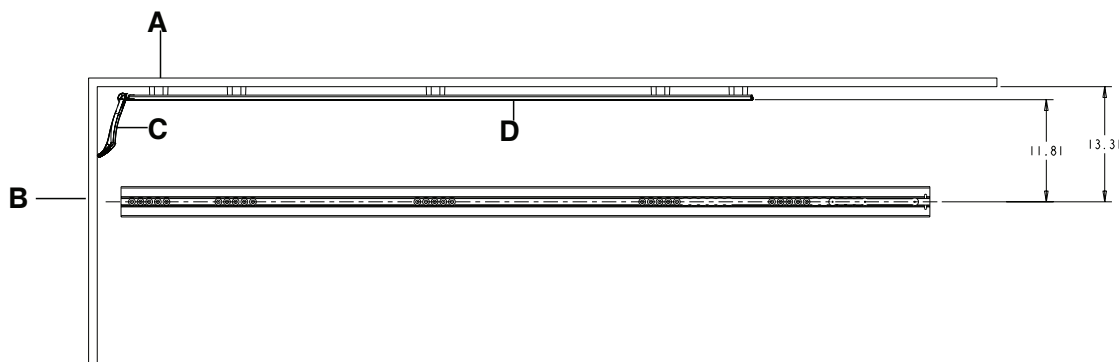
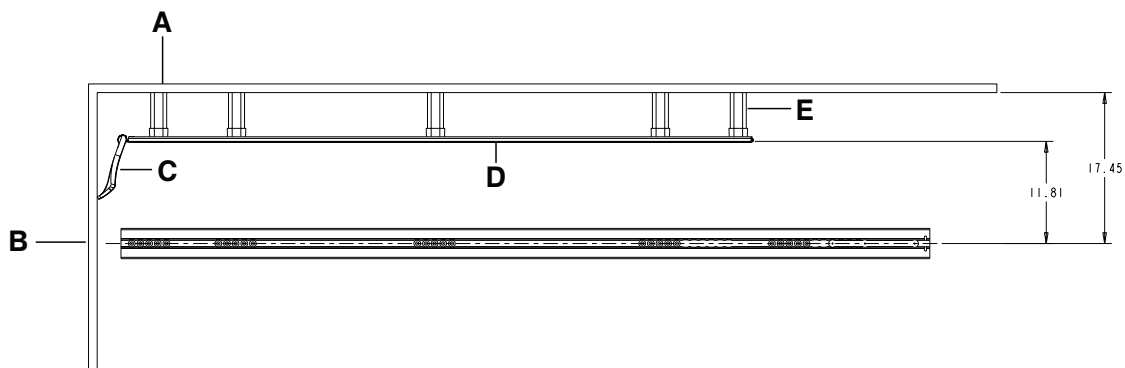

Figura 1 – Instalação da guia das rodas sem espaçadores
Figura 2 – Instalação da guia das rodas com espaçadores
1. Utilizando uma fita métrica, meça a distância da linha central da placa de piso à parede (cabine) do lado do condutor do compartimento do doente no veículo (Figura 1 ou Figura 2).